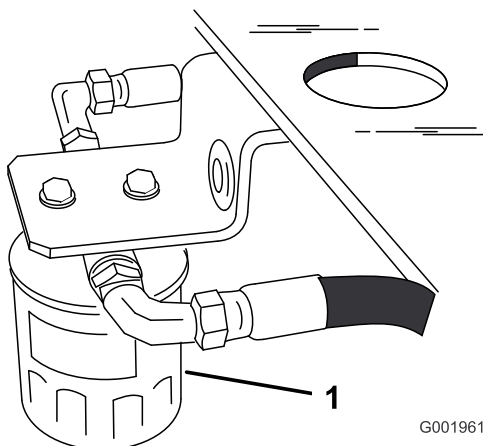

Figure 60
- Localisez le filtre sous le réservoir à carburant et placez le bac de vidange sous le filtre (Figure 60).